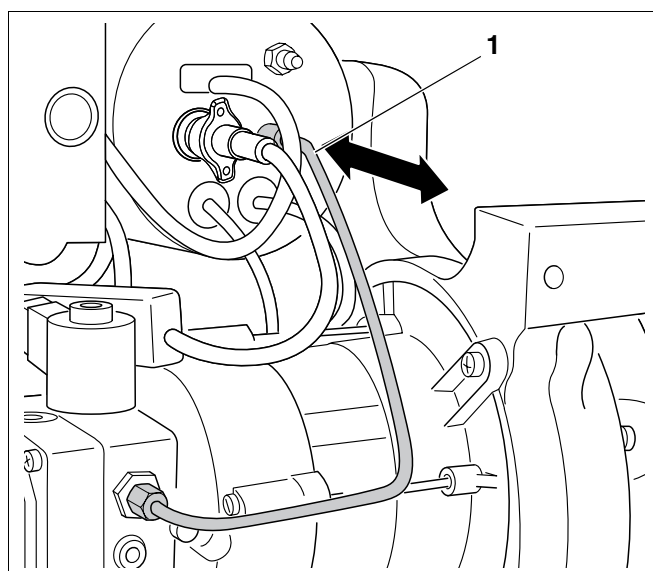

Fig. 25 Vérifier la bonne assise du système de mélange
- Retirer la conduite d'alimentation de fioul (fig. 25, **pos. 1**) sur env. 5 mm puis lâcher.